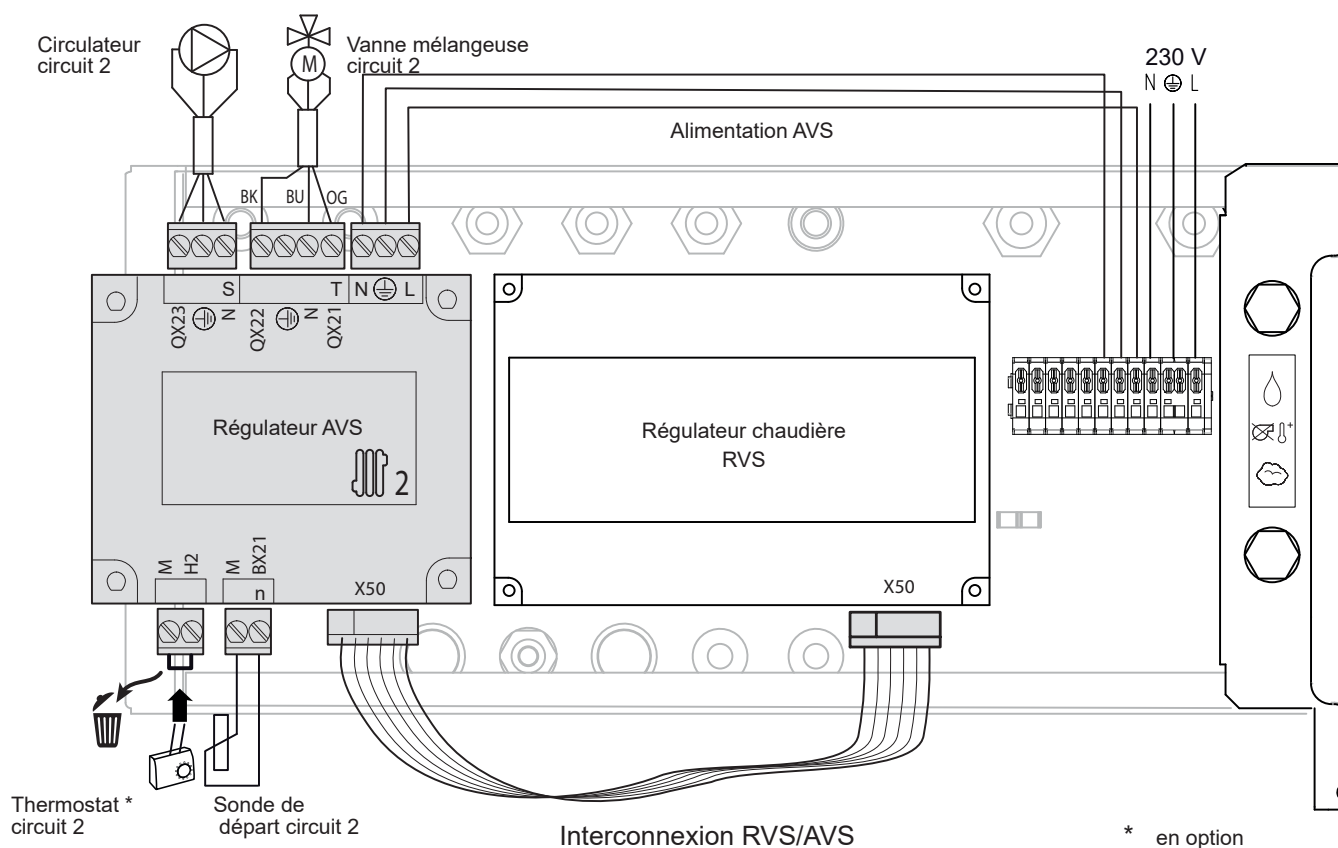

fig. 9 - Raccordements électriques
- Supprimer le shunt et raccorder le thermostat sur les bornes **M-H2** (fig. 9) et se référer à la notice du thermostat.